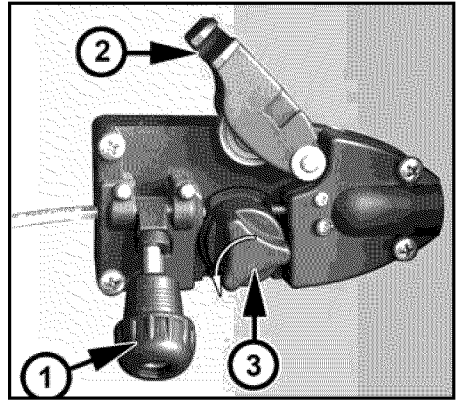
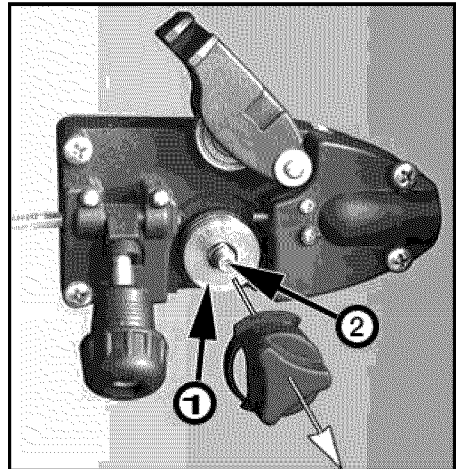

Fig. 2a
Fig. 2b
5. Rote la tapa del rodillo impulsor (Fig. 2a, 3) en sentido contrario al de las agujas del reloj y retirela del rodillo impulsor (Fig. 2b, 1).
3. Libere la tensión de impulsión aflojando y desenganchando la perilla de ajuste de la tensión de impulsión (Fig. 2a, 1) del brazo de tensión de impulsión (Fig. 2a, 2). Levante el brazo de tensión de impulsión para exponer el rodillo impulsor (Fig. 2a, 3).
6. Tire del rodillo impulsor para extraerlo de su eje. (Fig. 2b, 2)